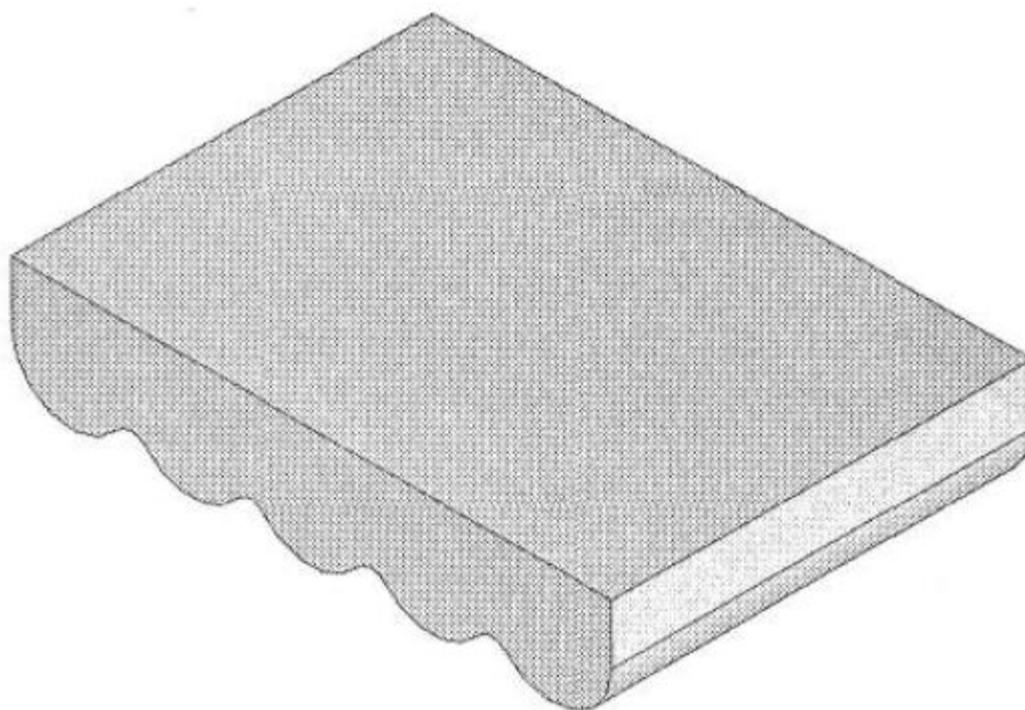

Рис. 4.15. Базовый элемент модели
3. Вытяните эскиз на 35 мм с параметром Mid Plane (Срединная поверхность) Модель базового элемента показана на рис. 4.15.